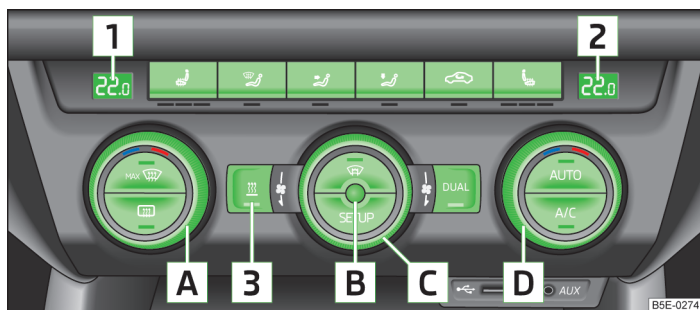

Fig. 110 Climatronic: elementi di comando
Funzioni dei singoli elementi di comando » fig. 110.
Non applicare adesivi sopra né coprire in altro modo il sensore di temperatura dell'abitacolo **B** » fig. 110, in quanto ciò potrebbe influenzare il corretto funzionamento del Climatronic.
➤ Premere il tasto **AUTO** » fig. 110 a pagina 118 .
➤ Per ridurre o aumentare la temperatura, ruotare la manopola **A** » fig. 110 a pagina 118 verso sinistra oppure verso destra.
➤ Ruotare la manopola **D** » fig. 110 a pagina 118 verso sinistra oppure verso destra per ridurre o aumentare la temperatura.
- Ruotare la manopola **C** » **fig. 110** a pagina 118 verso sinistra o destra, per ridurre o aumentare il numero di giri della ventola.
- Premere il tasto con il simbolo **MAX** » **fig. 110** a pagina 118.